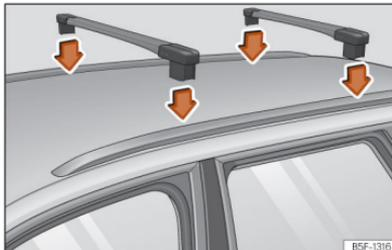

Fig. 198 Pontos de fixação das barras transversais para o porta-bagagens no tejadilho (Leon Sportstourer).
Válido para Leon Sportstourer: As barras transversais montam-se nas barras laterais do tejadilho »» Fig. 198. A distância entre barras transversais (A) deverá ser 75 cm e a distância